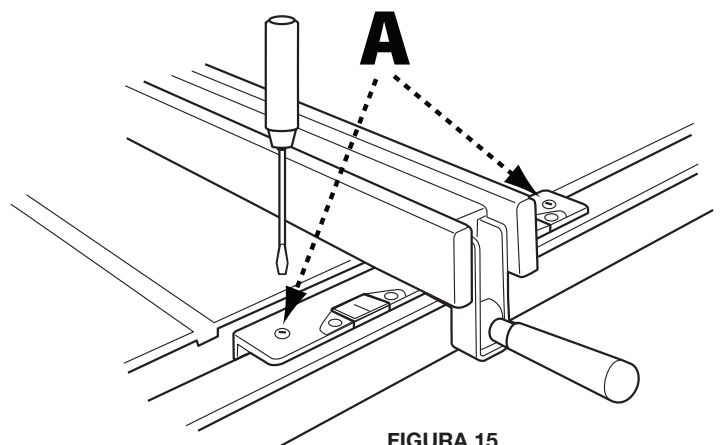

FIGURA 15
1. Para ajustar, localice los dos tornillos de ajuste de nylon (A) (Figura 15), encima de la guía.